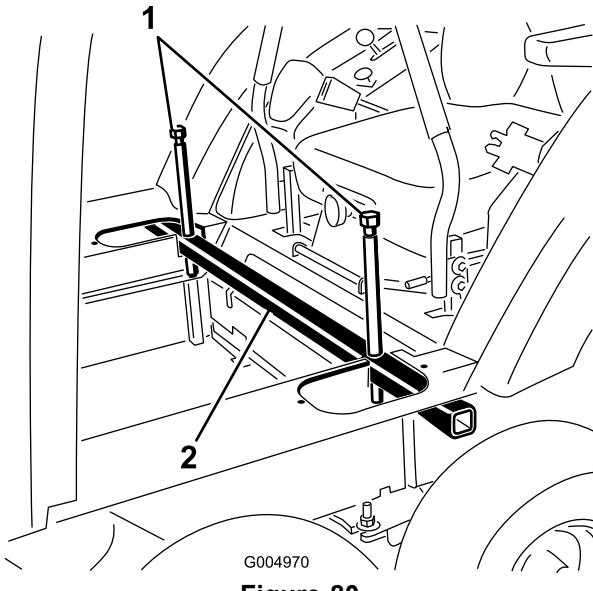

Figure 80
29. Montez le tube de levage de la cabine dans les découpes du plancher de la cabine (Figure 80).